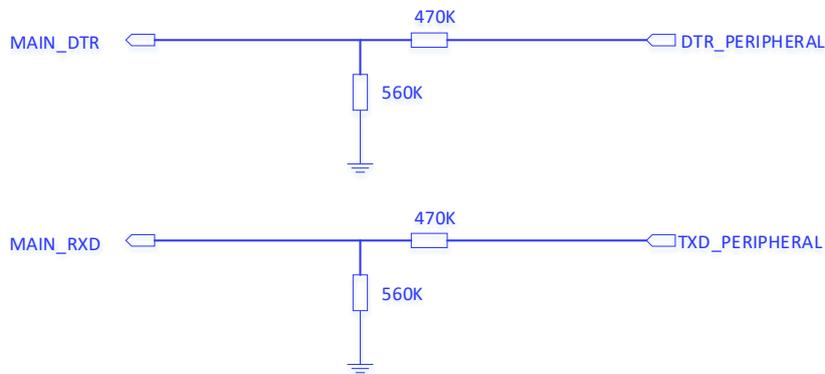

图 21: MAIN\_DTR、MAIN\_RXD 分压参考电路
- 1) 睡眠模式下，VDD\_EXT 下电版本：MAIN\_DTR、MAIN\_RXD 请采用分压电路设计（参考图 21），或使用外部 1.8 V 替代 VDD\_EXT。